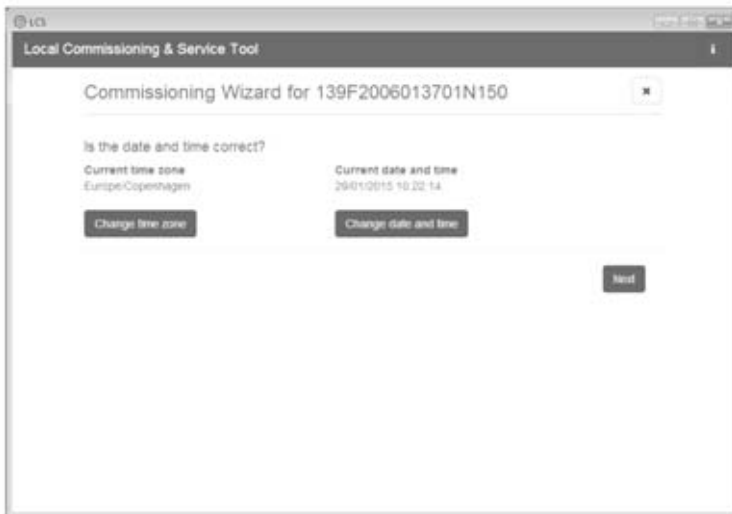

Abbildung 3.5 LCS-Tool - Datum und Uhrzeit überprüfen
3. Überprüfen, ob Datum und Uhrzeit richtig sind. Falls nicht, Datum und Uhrzeit einstellen und fortfahren. Siehe Abbildung 3.5.